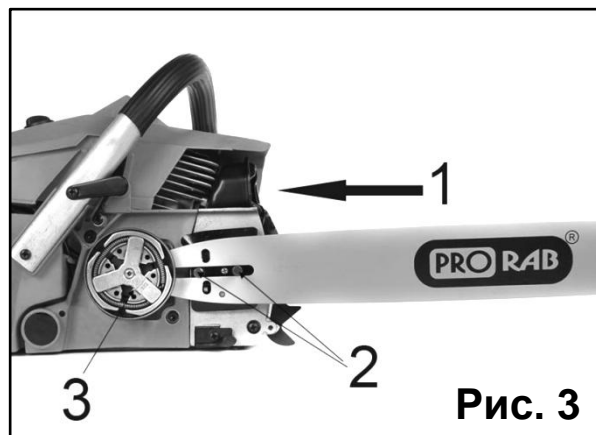

Рис. 3
- Установите пазовую часть пильной шины (1) на шинные болты (2). Передвигайте шину за муфту сцепления (3) до тех пор, пока она не остановится (Рис. 3).